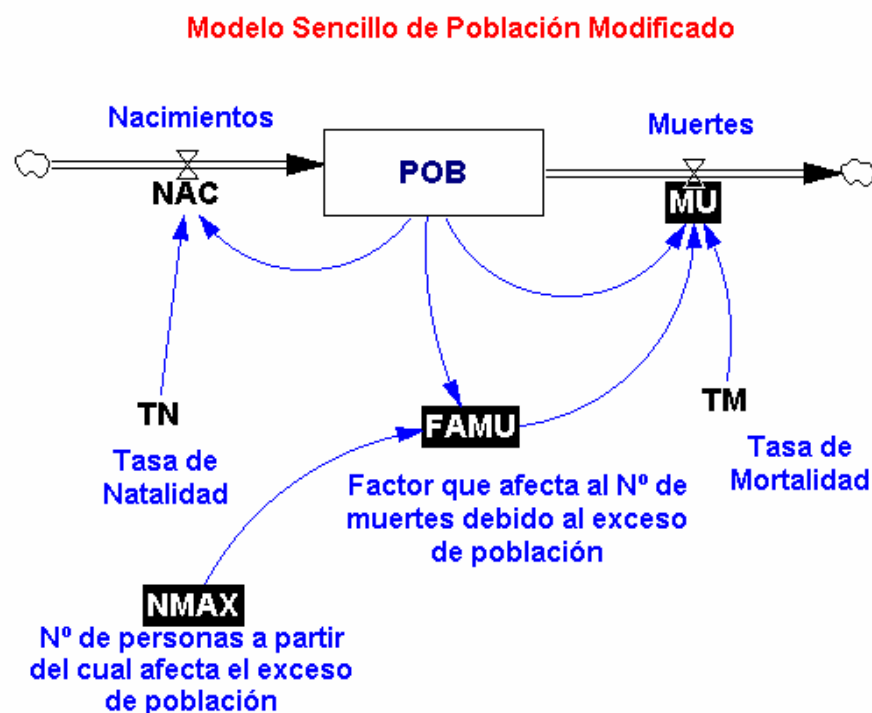

Figura 34: Edición de las variables que afectan a ecuaciones modificadas o a ecuaciones nuevas.
1. Pulse sobre el icono de la edición de ecuaciones . Las variables que afecten a ecuaciones que se han modificado o a nuevas ecuaciones aparecerán sobre una caja negra. En nuestro caso se debería tener una situación similar a la de la Figura 34.